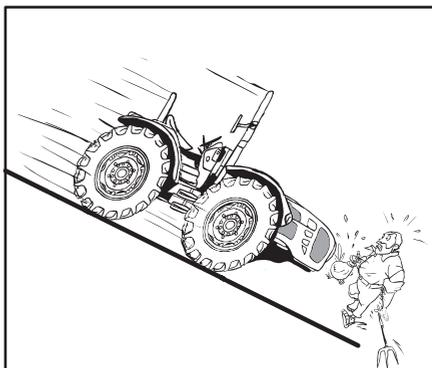

Fig. 2.23
- Gardez toujours une vitesse enclenchée. Ne jamais effectuer une descente débrayés ou au point mort. (Fig. 2.23).